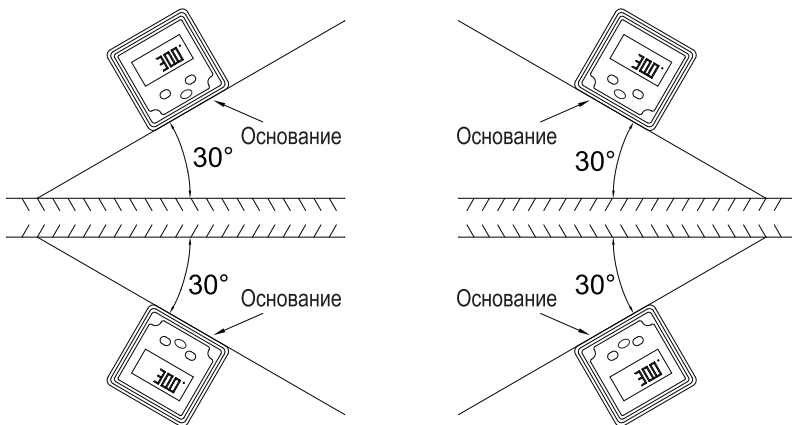

Рисунок 4
6. Прибор может использоваться в 4-х положениях, дисплей автоматически переворачивается при положении основанием вверх (рис. 4).